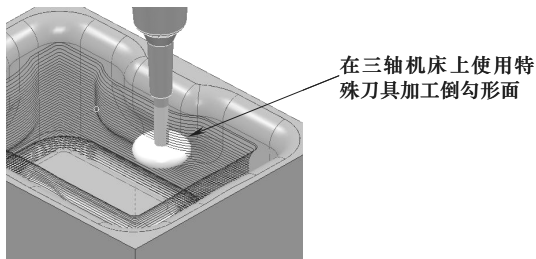

图 4-95 倒钩形面加工
(4) 倒钩形面 勾选该复选项, 计算适用于三轴机床加工的零件上的倒钩形面精加工刀具路径, 如图 4-95 所示。这需要配合使用特殊的圆角盘铣刀具。